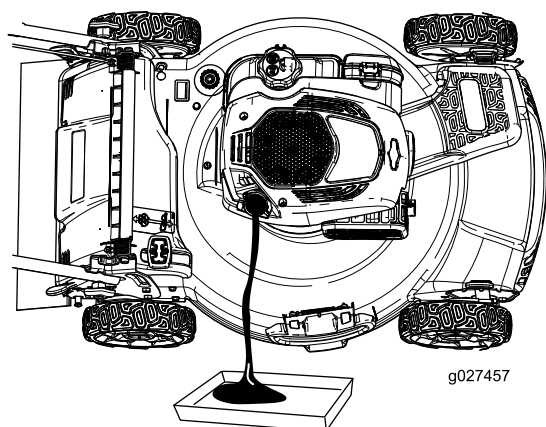

Figura 28
4. Inclinate la macchina sul fianco (di modo che il filtro dell'aria si trovi in alto) per scaricare l'olio usato attraverso il tubo di riempimento (Figura 28).